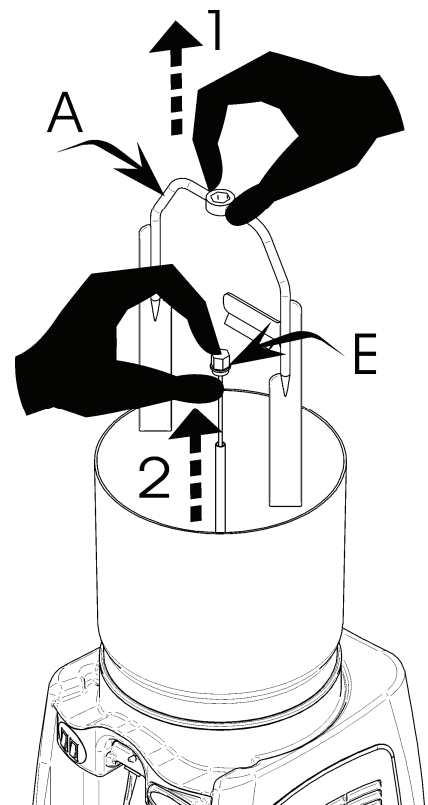

Abbildung 7
4.- Den Rührflügel (A) nach oben herausziehen (1); die Rührflügelstange (E) aus dem Rohr in der Mitte nach oben herausziehen (2) (**Abb. 7**).